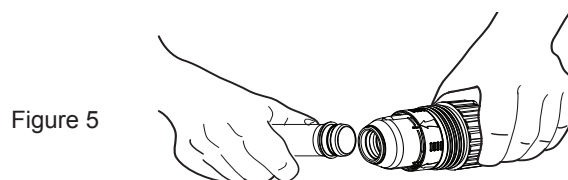

Figure 5
5. Séparez le tuyau d'extension intérieur, puis retirez le diaphragme (Voir la Figure 5).